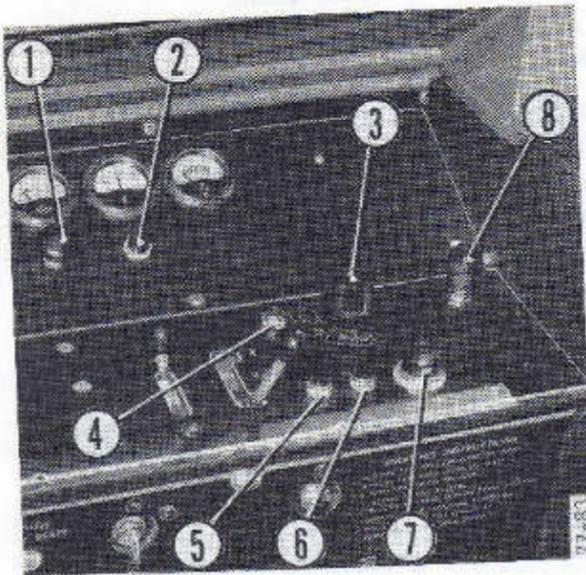

Fig. 25
Note. — La lampe témoin 2 (fig. 25) s'allume lorsque le frein est serré et que le moteur tourne.
#### Commutateur d'éclairage et indicateurs Interrupteur de phare de travail (1 fig. 25)
**Témoin de frein de stationnement (2 fig. 25)**
**Commutateur de phares de route (3 fig. 25)**
**Avertisseur (3 fig. 25)**
**Témoin de phares (4 fig. 25)**
**Témoin de clignotants (5 fig. 25)**
Lorsqu'on déplace le commutateur de clignotant 7 (fig. 25) de la position arrêt à la position droite ou gauche, la lampe témoin clignote également.
**Témoin de clignotants (remorque) (6 fig. 25)**
**Commutateur de clignotants (7 fig. 25)**
**Bouton de signal de détresse (8 fig. 25)**